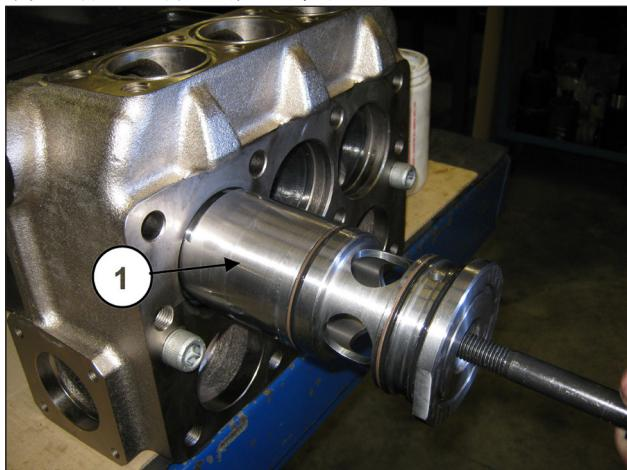

图 109
通过把锤式提取器(编号27929400)安装在M16孔上，以便从泵头上拆下密封轴瓦(位置①，图 109)。